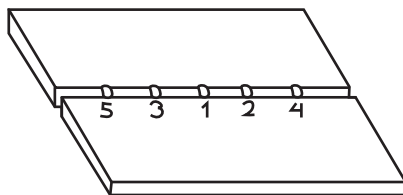

Figura 1
**a.** El punteado debe ser alternado (figura 1).